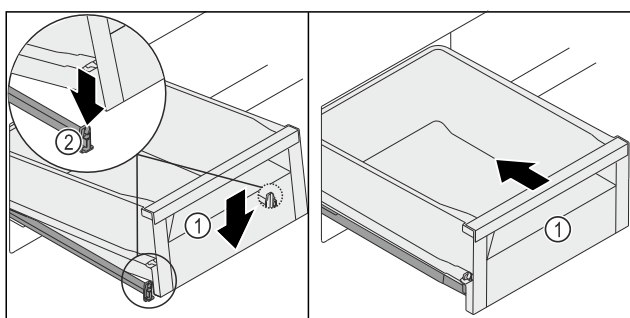

Fig. 260
- Abbassare il cassetto Fig. 260 (1) in avanti, in modo che lo stesso si inserisca tramite scorrimento a sinistra e a destra nel morsetto Fig. 260 (2).
- Il cassetto Fig. 260 (1) si innesta in modo percepibile.
- Inserire il cassetto Fig. 260 (1).